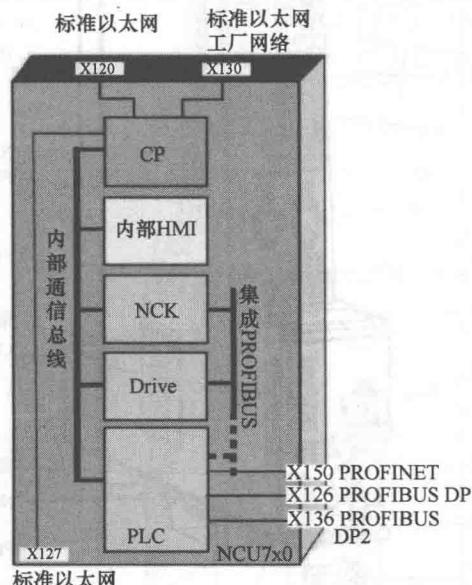
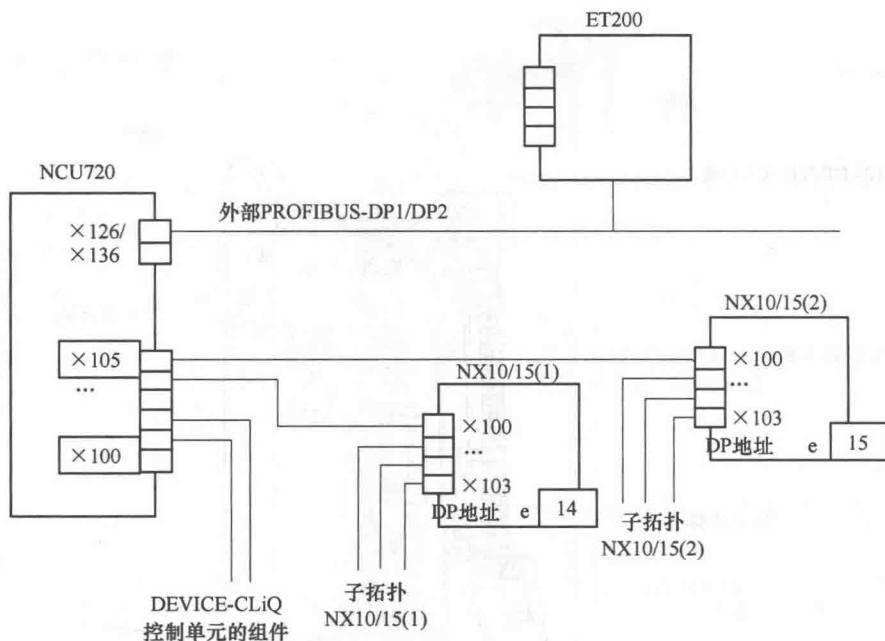

图 1-6 NCU 7x0 的示意图
图 1-11 NX10/NX15 在 DRIVE-CLiQ 的连接
### (3) NCU/NX 的内/外部功能图（见图 1-6 ~ 图 1-11 和表 1-3 ~ 表 1-6）